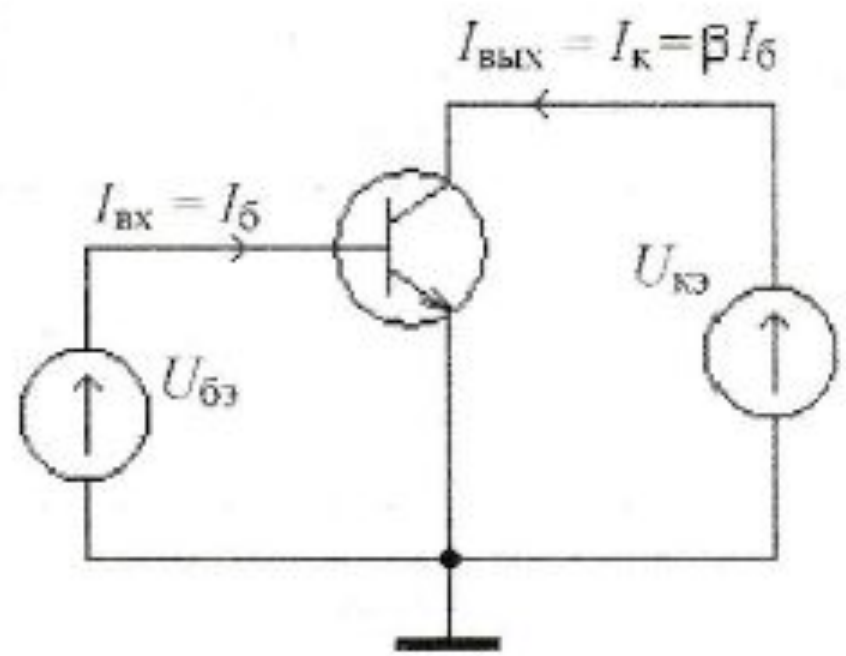

Рис. 11
2. С общим эмиттером ($\beta = I_{\text{к}} / I_{\text{б}} \gg 1$) (рис. 11):